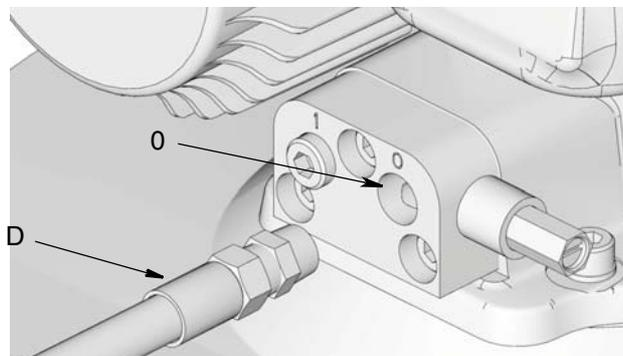

Рис. 52: Выпускной патрубок для смазочного материала
3. Отсоедините таймер / контроллер (F) (предоставляется пользователем, если используется).
4. Отсоедините линию подачи смазки под высоким давлением (D) к выпускному патрубку для смазочного материала (O) (Рис. 52) на воздуховыпускном клапане или коллекторе.